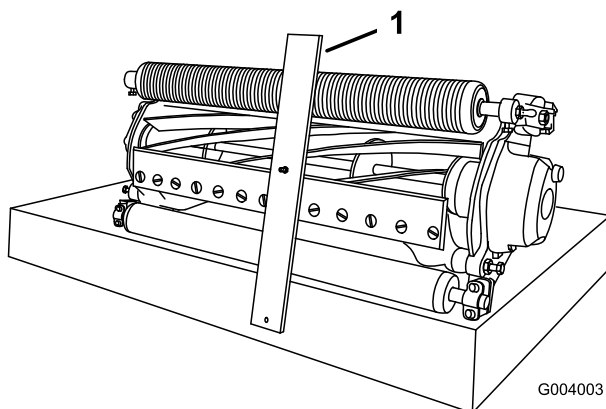

Figura 16
3. Enganche la cabeza del perno sobre el filo de la contracuchilla y apoye el extremo trasero de la barra sobre el rodillo trasero (Figura 16).